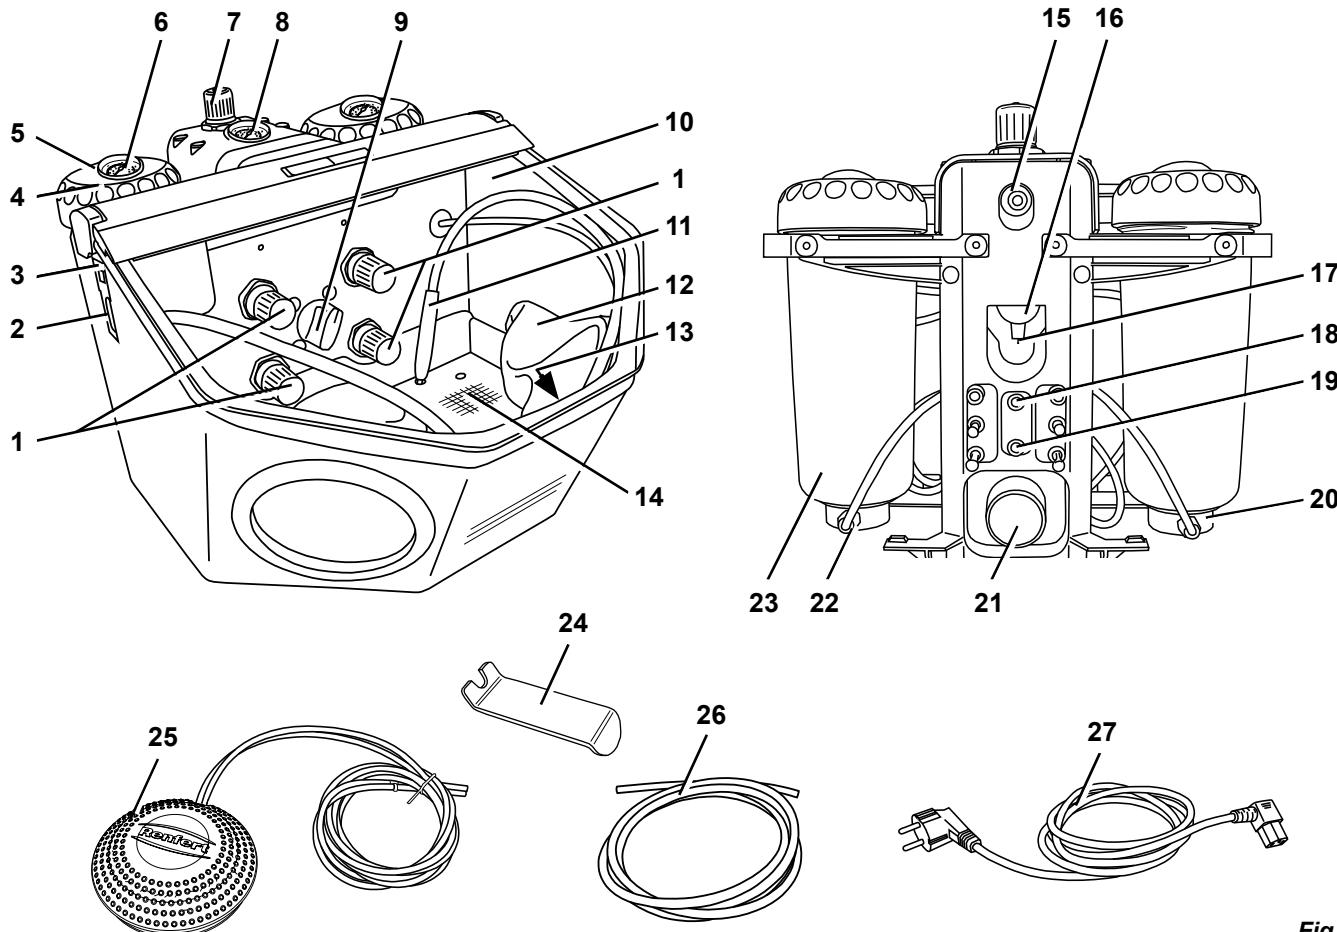

Fig. 1
- Inserir até o limite a mangueira de ar comprimido (26) na conexão (15). Nisto é perceptível uma leve resistência que é necessário vencer.
- Verificar se a pressão de ligação se encontra dentro do intervalo necessário (ver Dados técnicos). A indicação da pressão é exibida no manômetro (8, Fig. 1).
O bico soprador (13, Fig. 1) pode ser utilizado para remover resíduos de material de jateamento e poeiras.
- Ligar a iluminação (3).
- Com o seletor (9, Fig. 1), selecionar o depósito de jateamento.